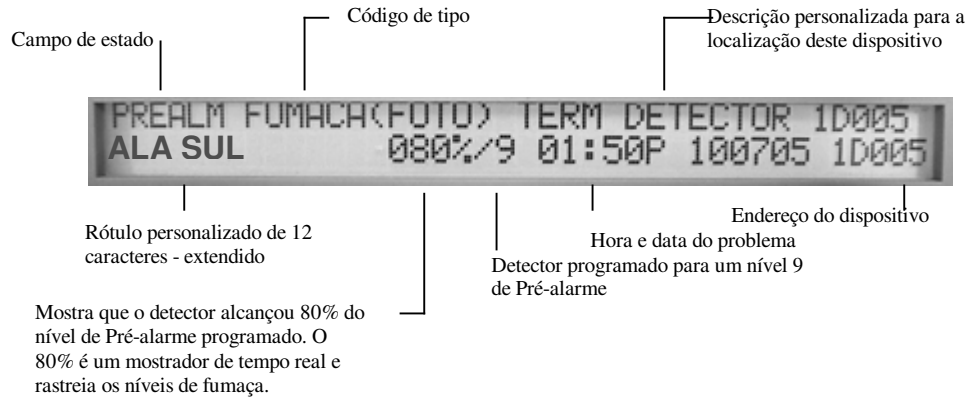

Figura 13 Modelo de Mensagem de Alerta de Pré-Alarme
- Exibirá um campo de estado PREALARM, o Código de Tipo do detector e o nível do Pré-Alarme (Alerta ou Ação) no display LCD, juntamente com informações específicas sobre o dispositivo, como mostrado na Figura 13.